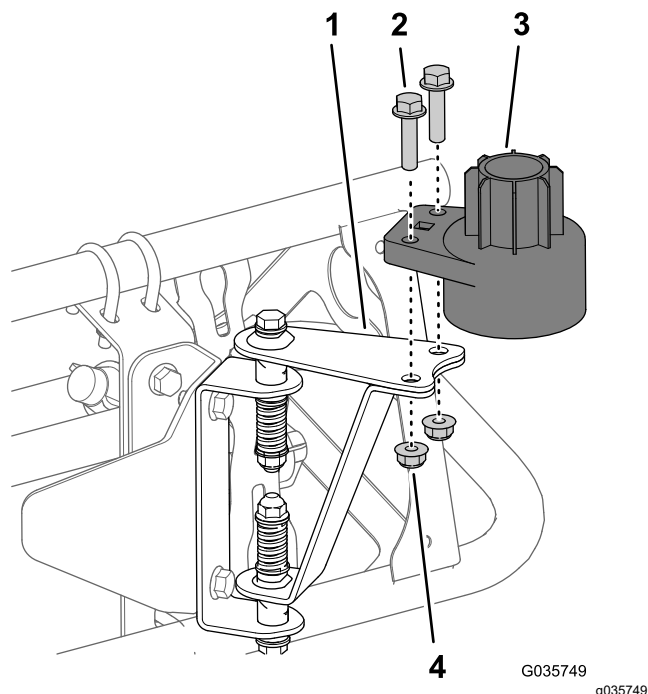

Figura 20
1. Montați carcasa inferioară a senzorului pe elementul de montare a senzorului (Figura 20) folosind 2 uruburi (5/16 x 1 1/4'') și 2 contrapiulițe (5/16'').